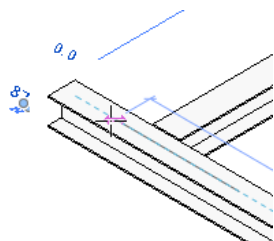
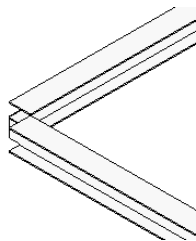

图 6-31 调整长度
图 6-32 切割
(5) 如果需要两条钢梁件相互切割，可以拖曳构件端点缩短长度，如图 6-31 所示。再次应用连接端切割工具后，结果如图 6-32 所示。